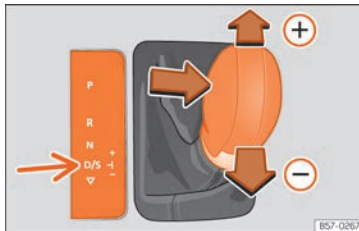

Abb. 222 Mittelkonsole: zu Tiptronic ändern.
- Ziehen Sie den Wählhebel nach vorn  um einen Gang hochzuschalten **» Abb. 222**.